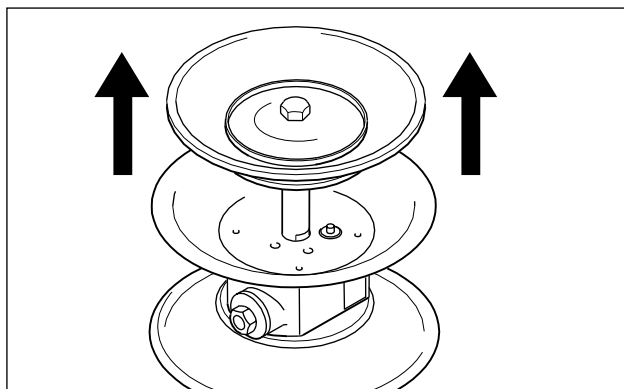

Рис. 11: Вынимание поршневого штока.
- Ослабьте внешнюю тарелку диафрагмы и снимите с диафрагмой (рис. 11). В случае насосов с пластмассовой оболочкой, предварительно навинтите пластмассовую крышку (начиная с DL25).
- демонтировать вторую мембрану (Рис. 11).